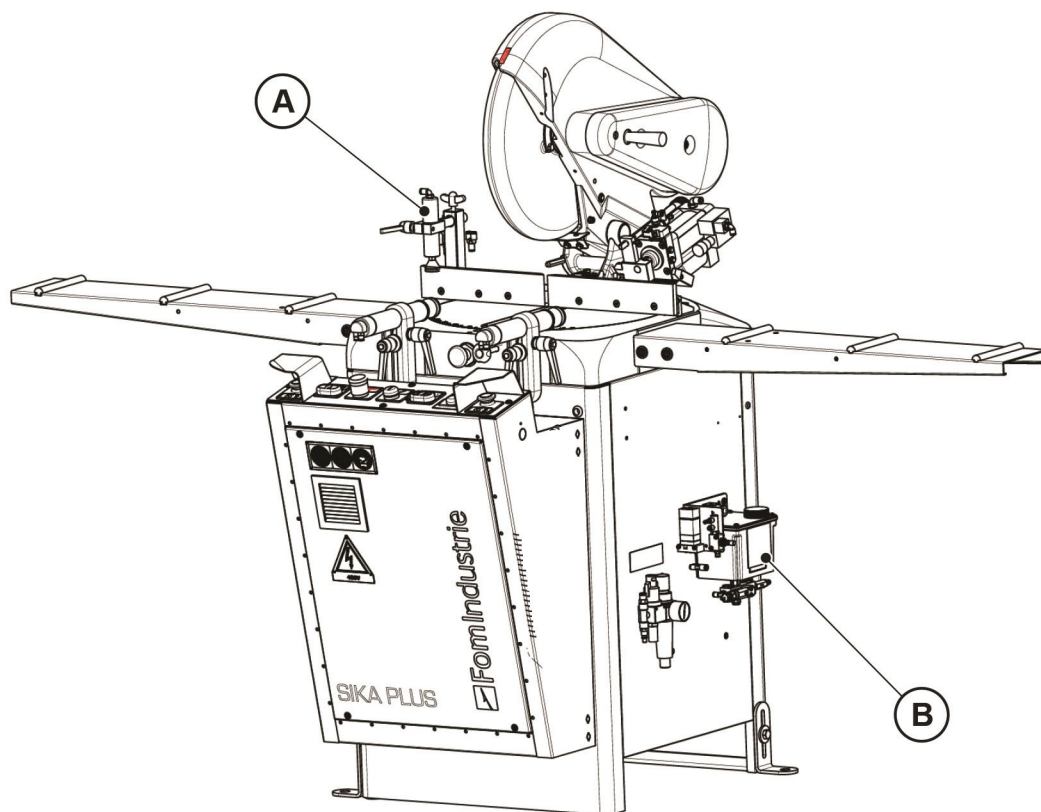

Fig. 03-01
- Étau vertical G/D “A” (Fig. 03-01)
- Kit de lubrification de la coupe par microgoutte avec huile pure “B” (Fig. 03-01)